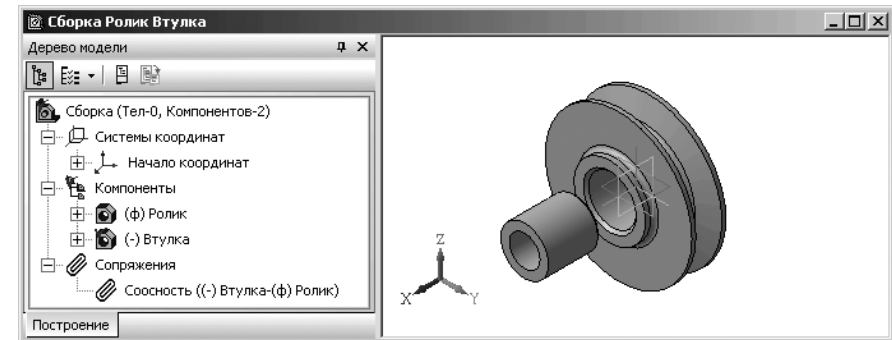

Рис. 6.40. Окно **Сборки** с базовой деталью **Ролик** и введенной деталью **Втулка**, установленных соосно
- щелкните по внутренней цилиндрической грани отверстия в компоненте **Ролик**. Поскольку компонент **Ролик** зафиксирован, то компонент **Втулка** установится соосно с **Роликом**. Одновременно в **Дереве модели** появится пункт **Сопряжения**. Это состояние показано на рис. 6.40.